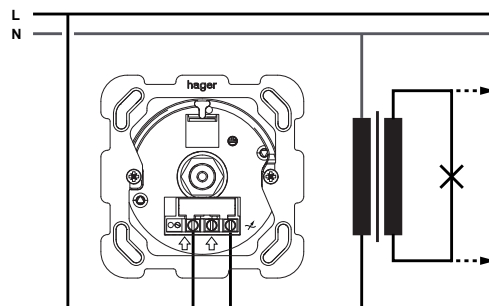
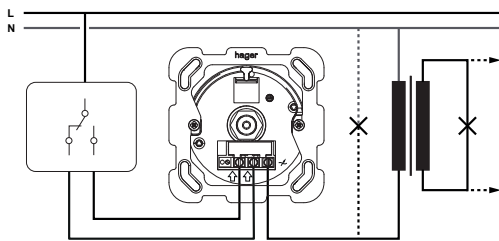

Figura 3: Schema di collegamento
Figura 4: Deviazione
- Collegare il regolatore luce rotante (1) secondo lo schema di collegamento (figura 3). In alternativa, installarlo con il deviatore (figura 4).
- Collocare il telaio (4) e il pezzo centrale (5) e avvitarli tramite il dado filettato (6).